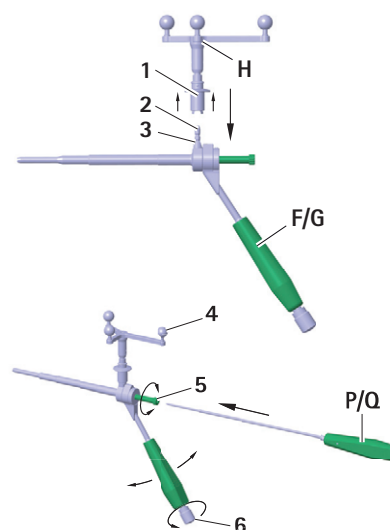

Fig. 2 Montering af Aesculap-stjerneenhed på S⁴C-boreguide FW664R/FW665R
► For at sikre, at kameraet har frit udsyn til de reflekterende markeringskugler, løsnes knap 6 på S⁴C-håndtaget på S⁴C-boreguide F/G, og Aesculap-stjerneenhed H drejes til den ønskede position, se Fig. 2.
- For at sikre, at kameraet har frit udsyn til de reflekterende markeringsskugler, løsnes knap 6 på håndtaget på S⁴C-boreguide F/G, og Aesculap-stjerneenhed **H** drejes til den ønskede position, se Fig. 2.